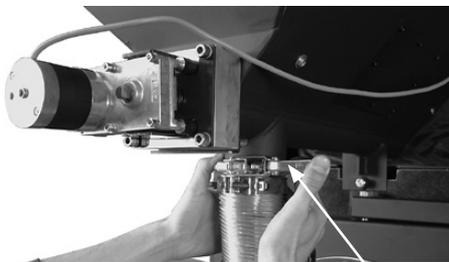

Bild 09
9. Spannung oberhalb der Zellradschleuse öffnen (Bild 09).